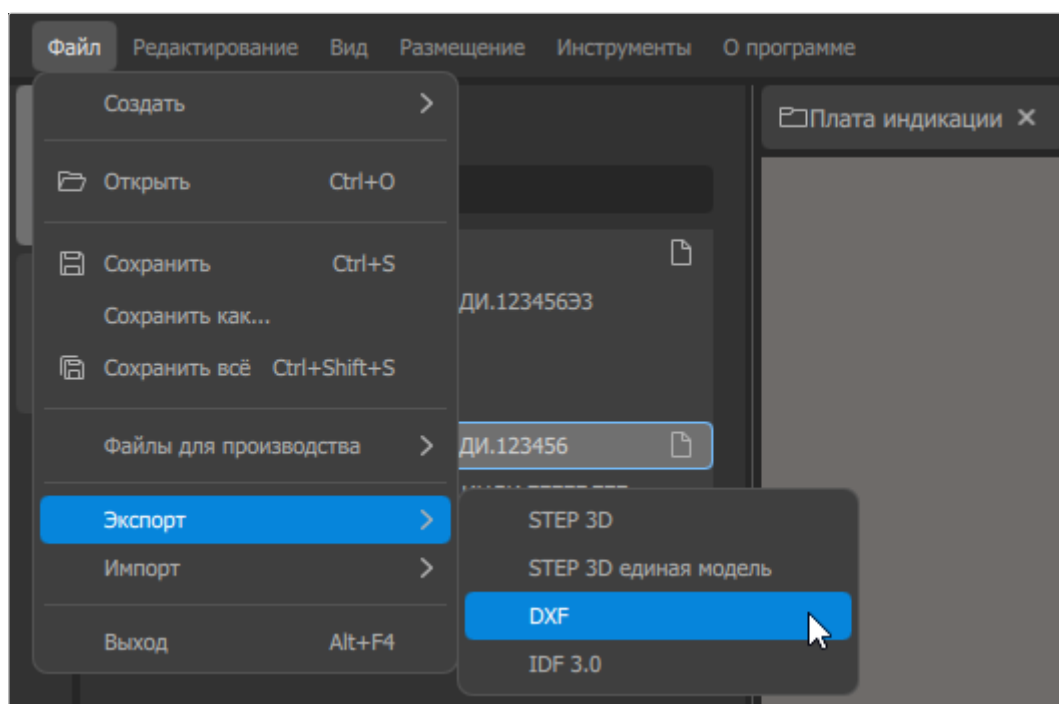

Рисунок 179. Меню «Файл» → Экспорт
- 2) Вызвать команду меню *Файл* → *Экспорт* → *DXF* (см. рисунок 179).